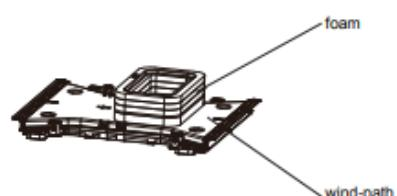

Figure 5-2
5. Avant d'installer le conduit d'air de l'unité intérieure du climatiseur pour véhicules de loisirs, assemblez la mousse en fonction de l'épaisseur du toit du véhicule. Après avoir simulé l'installation, utilisez une quantité appropriée d'éponge et de mousse. Collez l'éponge et la mousse avec du ruban adhésif double face (préparé par l'utilisateur) (voir figure 5-1, figure 5-2).